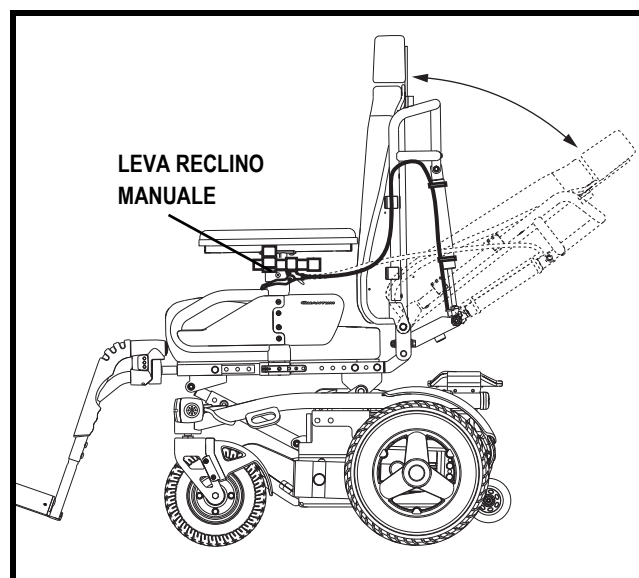

Figura 10. Regolazione manuale del reclino dello schienale
1. Con la schiena appoggiata con forza allo schienale, schiacciare la leva manuale apposita montata sul bracciolo. Vedere figura 10.
7. Rimuovere il gruppo della leva per reclinamento manuale ed inserirlo nella morsetteria sul bracciolo opposto. Vedere figura 10.